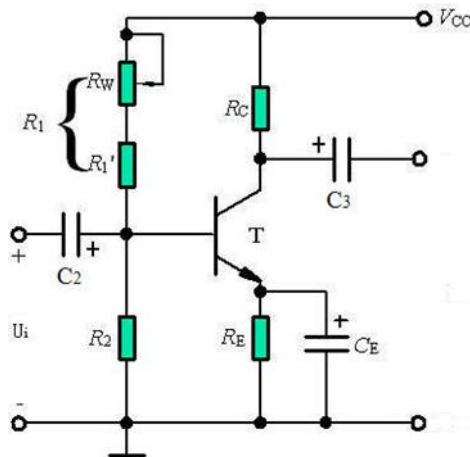

图 2.8 射级偏置电路
- (1) 对于图 2.8 中的偏置电路，只有  $R_2$  支路中的电流  $I_1 \gg I_{BQ}$  时，才能保证  $U_{BQ}$  恒定实现自动稳定工作点的作用，所以工程中一般取： $I_1 = (5 \sim 10)I_{BQ}$ （硅管）